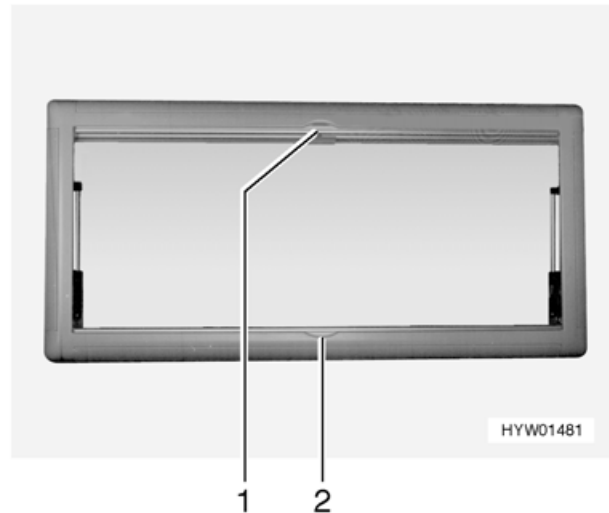

Bild 32 Ausstellfenster (Moving)
- Die faltverdunklung (Bild 32,2) von unten nach oben ziehen und auf der gewünschten Höhe loslassen.
- Insektenschutzrollo (Bild 32,1) nach unten ziehen, bis es an der faltverdunklung (Bild 32,2) anstößt.
- Griff am Insektenschutzrollo (Bild 32,1) drücken.